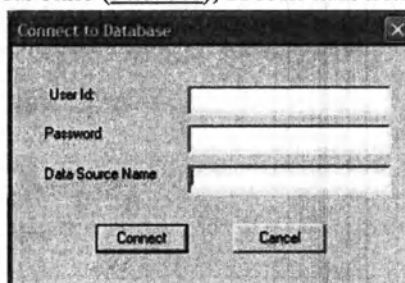

Рис. 3.1. Подключение к базе данных
2. В появившемся диалоговом окне (Рис. 3.1), ввести имя пользователя, пароль и сервер.